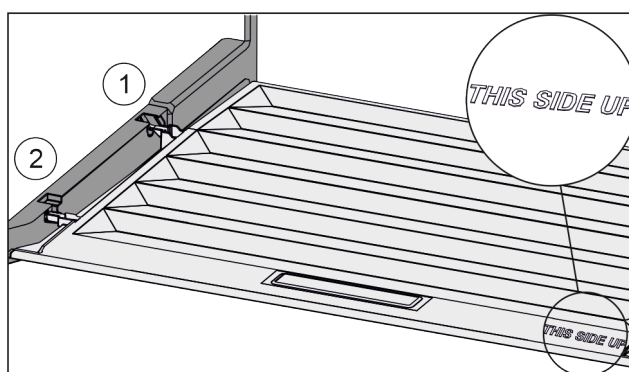

Fig. 59
- ▶ Anbring dækslets tappe over åbningen i den bageste holder Fig. 59 (1), og lad dem gå i indgreb i forreste holder Fig. 59 (2).